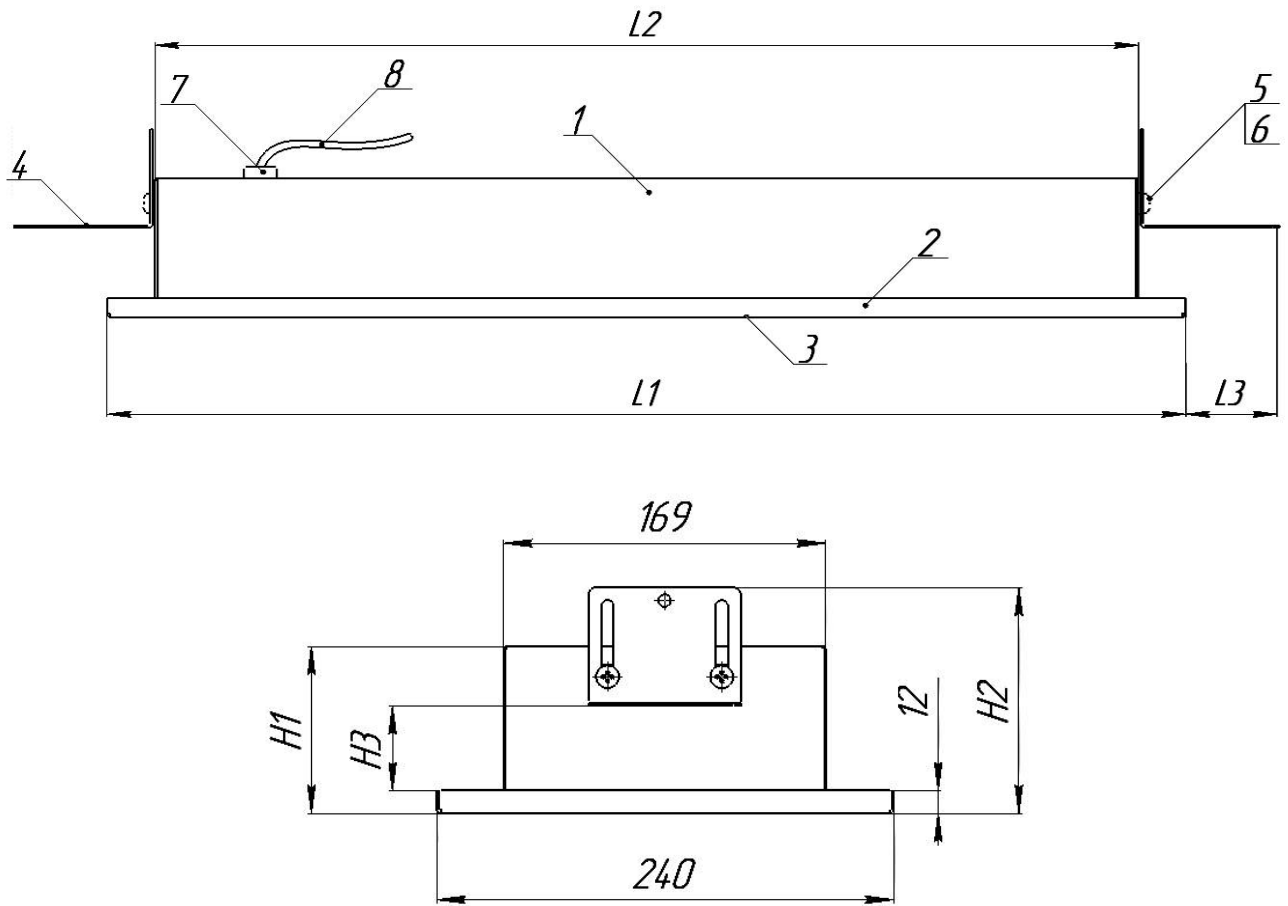
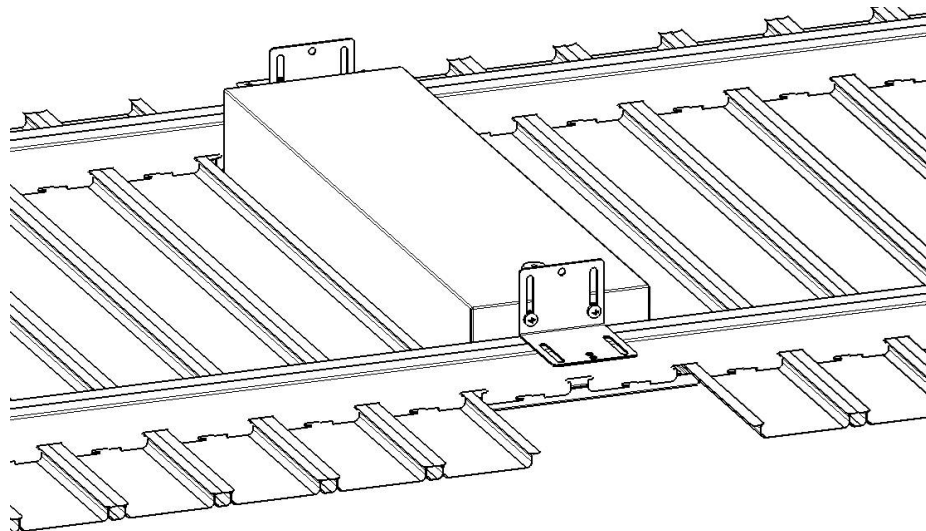

Рисунок 1 - Общий вид и габариты светильника ДВО16 Soft
Рисунок 2 - Схема установки светильника
5.3 Установите светильник в нишу реечного потолка (рис.2), предварительно убрав необходимое количество реек под посадочные размеры светильника 620x169 мм или 1230x169 мм. Светильник должен лежать опорными кронштейнами на траверсах реечного потолка. Отрегулируйте положение светильника относительно потолка и затяните кронштейны с помощью винтов и шайб пружинных (поз.5 и 6 рис.1).